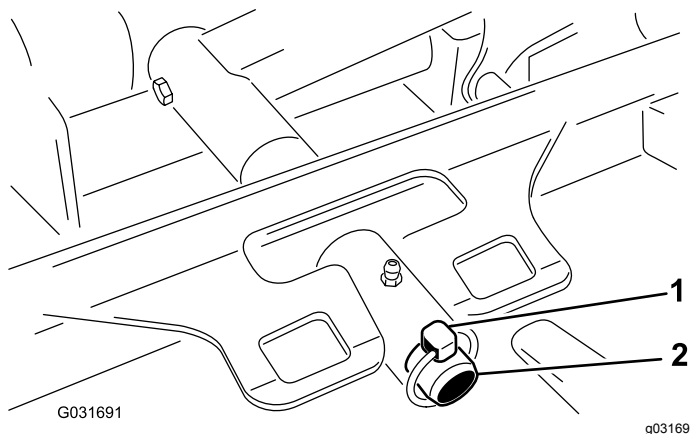

Figura 81
3. Retire el pasador de seguridad que sujeta el bastidor de tiro de la carcasa a la barra de giro del brazo de elevación (Figura 81).
3. Desplace el bastidor de tiro de la carcasa sobre la barra de giro del brazo de elevación y fíjelo con el pasador de seguridad (Figura 81).